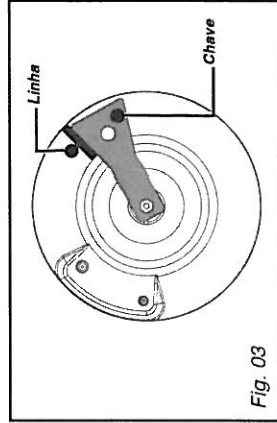

Fig. 03
- Rode a chave no sentido dos ponteiros do relógio até a linha apareça do outro lado (Fig. 03).